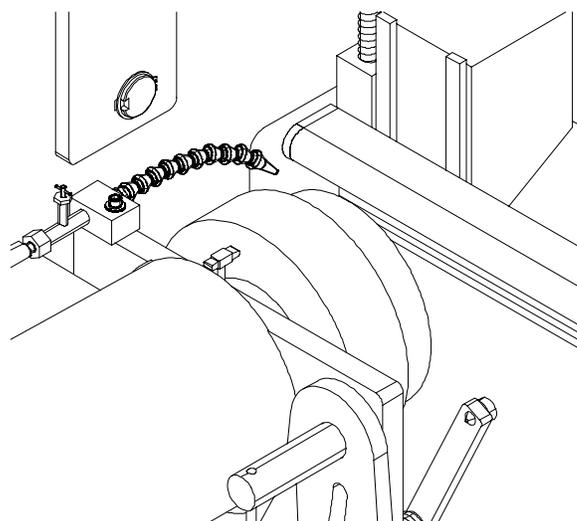

FIG. 33
**NOTA:** l'area della ruota per molatura che entra in contatto con la controlama si trova sul lato sinistro della ruota. Durante la molatura dell'estremità sinistra della controlama, l'area della ruota che non entra in contatto con la controlama sarà ancora sopra di essa. Vedere la FIG. 33. Quando si sposta all'estremità destra del molatore, la ruota scorre completamente fuori dalla controlama.